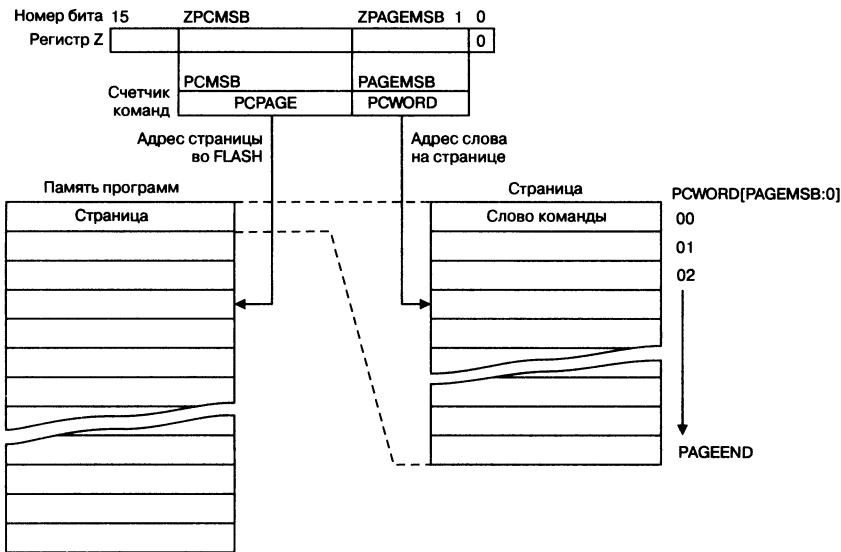

Рис. 6.49. Адресация программной памяти в команде SPM
Для стирания страницы памяти программ необходимо записать адрес этой страницы в указатель адреса (Z). Затем поместить в регистр SPMCSR значение “00000011”. Не позднее, чем через четыре такта системного генератора выполнить команду SPM. Значение регистров R1 и R0 при этом игнорируется. В качестве адреса страницы, записываемого в регистр Z, нужно взять PCPAGE (см. рис. 6.49). Неиспользуемые биты указателя (Z) будут проигнорированы.
В качестве адреса в этом случае используется адрес ячейки PCWORD (см. рис. 6.49). Запись по одному и тому же адресу временного буфера можно произвести только один раз. Повторная запись по тому же адресу возможна только после полной очистки буфера.
Чтобы осуществить запись страницы, необходимо поместить в регистр Z ее адрес, записать в регистр SPMCSR код «00000101», а затем, не позднее, чем через четыре цикла тактового генератора выполнить команду SPM. Содержимое регистров R1 и R0 игнорируется. В качестве адреса страницы используется PCPAGE (см. рис. 6.49). Неиспользуемые разряды регистра Z необходимо сбросить в ноль.
Программная память поддерживает станичную организацию (см. табл. 6.69), поэтому счетчик команд можно разделить на две разные секции. Секция, состоящая из младших разрядов, служит для обращения к отдельным словам программного кода в пределах одной страницы. Старшие разряды служат для обращения к отдельным страницам. На рис. 6.49 назначение битов регистра-указателя адреса показано в графическом виде. Все переменные, используемые на рис. 6.49, описаны далее.